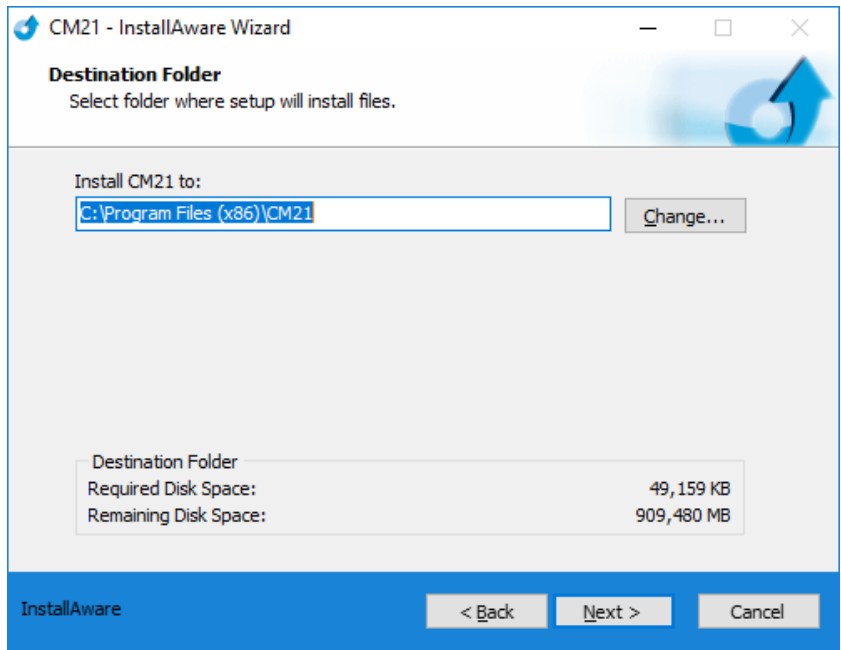

Рисунок 40
3. Далее необходимо выбрать папку установки для рабочих файлов программы, рисунок 40.